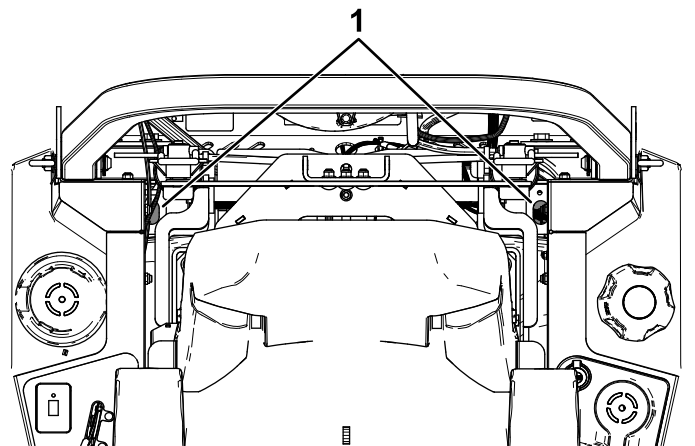

Figura 69
4. Con una prolunga e una bussola da 7/16", accedete al tappo di sfiato dall'alto della macchina attraverso i fori accanto ai supporti del roll bar (Figura 69).